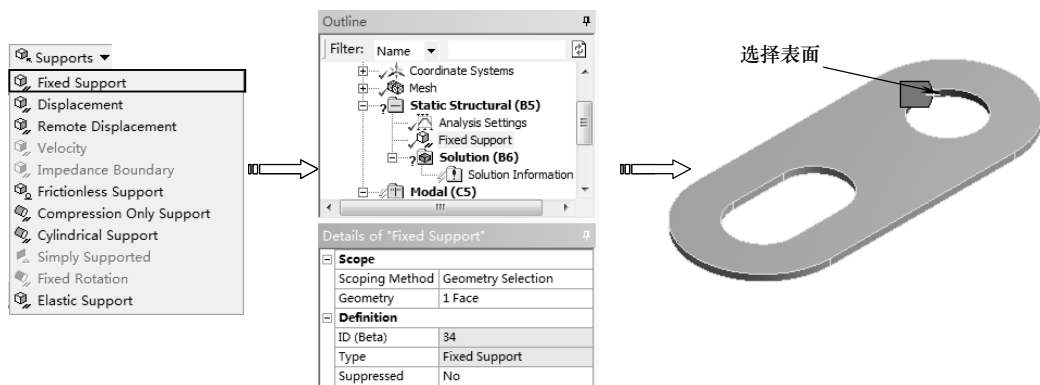

图 12-29 施加固定约束
2) 单击【Environment】工具栏上的【Supports】|【Fixed Support (固定约束)】命令, 单击【图形】工具栏上的选择模式下的【Single Select (单选)】按钮 , 然后再单击【Face (选择面)】按钮 , 在【Details of “Fixed Support”】列表中单击【Scope】选项下的【Scoping Method】项, 选择圆柱面, 单击【Geometry】项中的【Apply】按钮完成, 如图 12-29 所示。